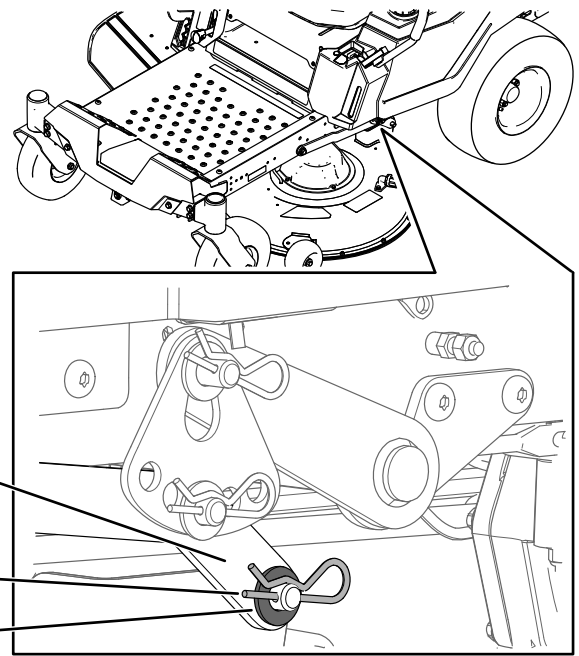

Figura 77
7. En un lado de la máquina, retire la arandela y la chaveta del pasador de la carcasa (Figura 77).
8. Retire el brazo de elevación del pasador de la carcasa (Figura 77).
de elevación en el pasador de la carcasa (Figura 77).
6. Instale el brazo de elevación con la arandela y la chaveta (Figura 77).